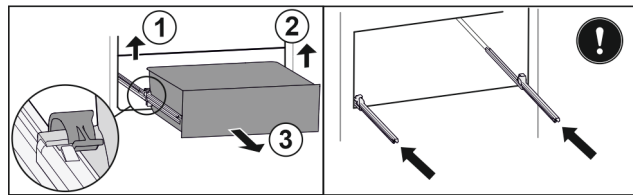

Fig. 144
- ▶ Dvignite levo spojko in hkrati povlecite predal levo naprej. Fig. 144 (1)
- ▶ Dvignite desno spojko in hkrati povlecite predal desno naprej. Fig. 144 (2)
- ▶ Predal vzemite ven v smeri naprej. Fig. 144 (3)